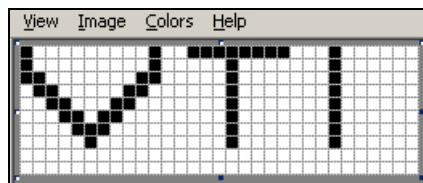

Figure 5-60 : Logo créé avec Microsoft Paint
- 6 Créez le logo souhaité sur la page (voir Figure 5-60).